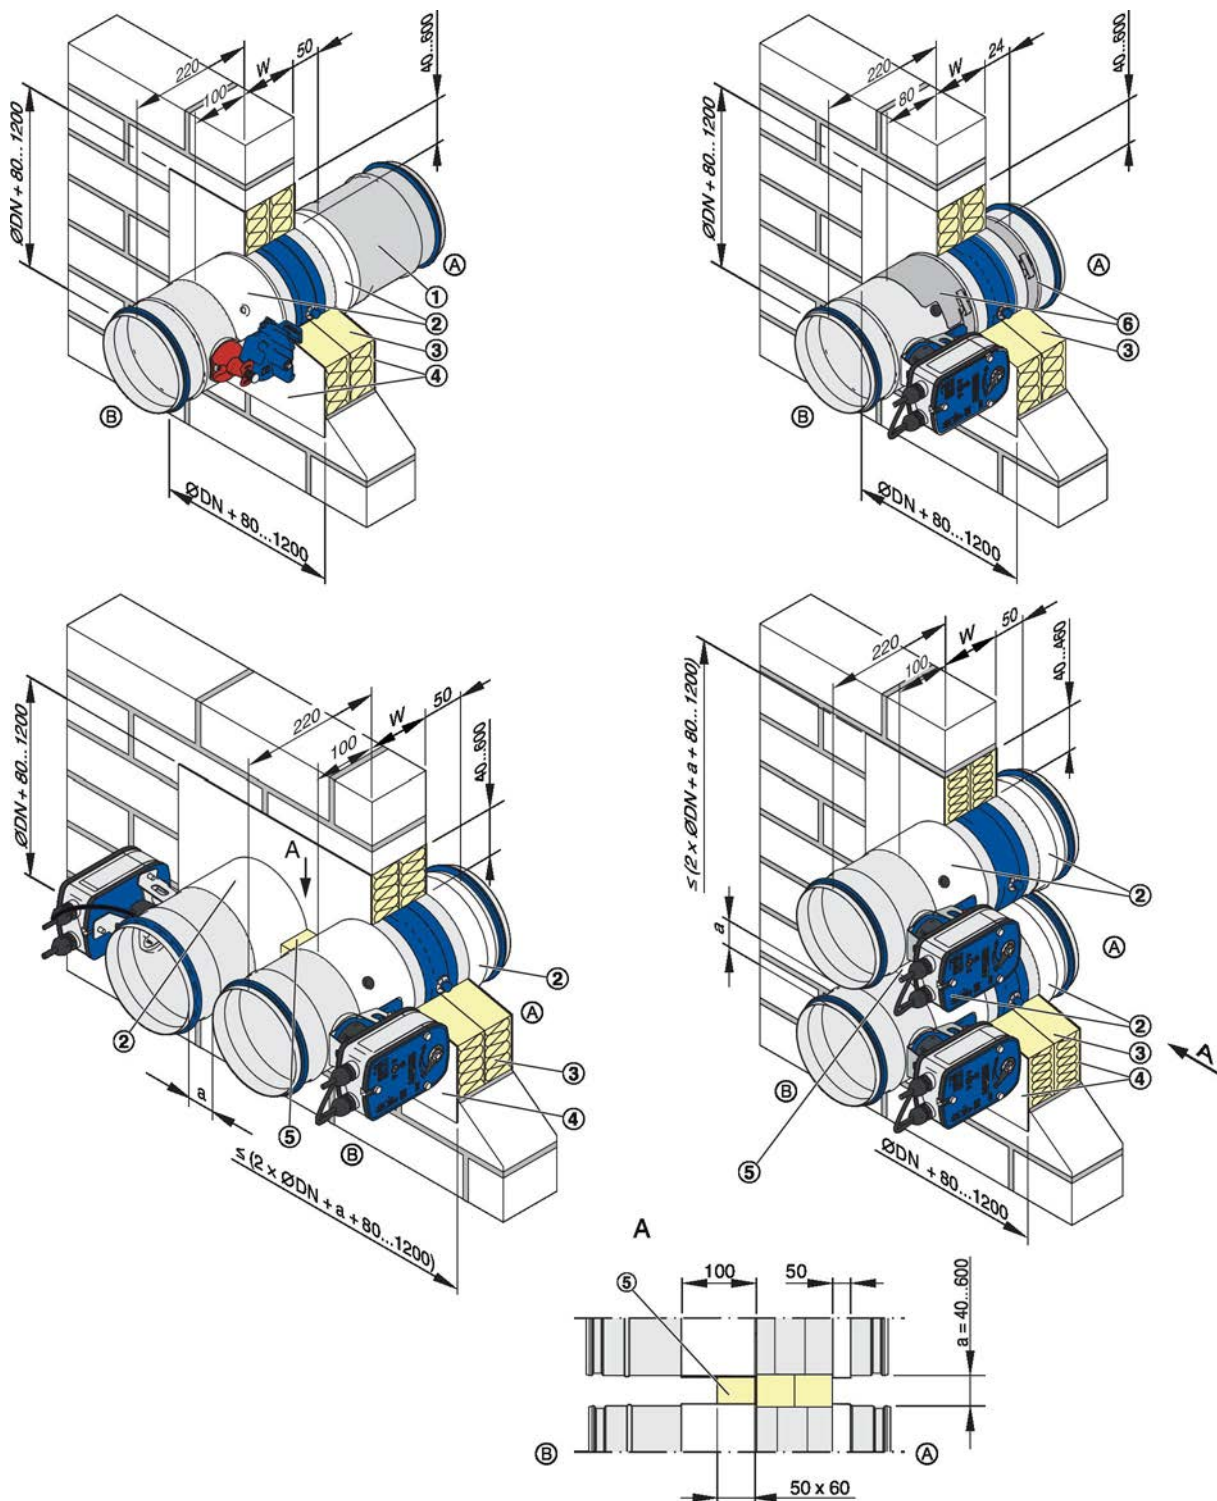

Fig. 11: Montage avec panneau anti-feu
- ▶ Une ouverture est nécessaire, Voir la Fig. 11. 40 à 600 mm entre le clapet coupe-feu et l'ouverture du mur